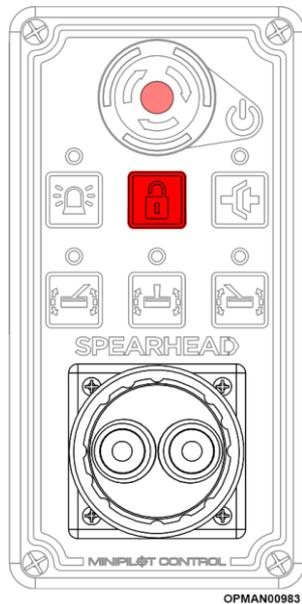

Abbildung 5.70
- 5.6.4.9 An Trident Proline Maschinen: Halten Sie den Knopf für die Arretierung der Seitenmähwerke auf der Minipilot-Bedieneinheit gedrückt, um den Hydraulikzylinder zu füllen, bis die Kolbenstange betätigt wird, um ihn wieder betriebsbereit zu machen, siehe Abbildung 5.70.